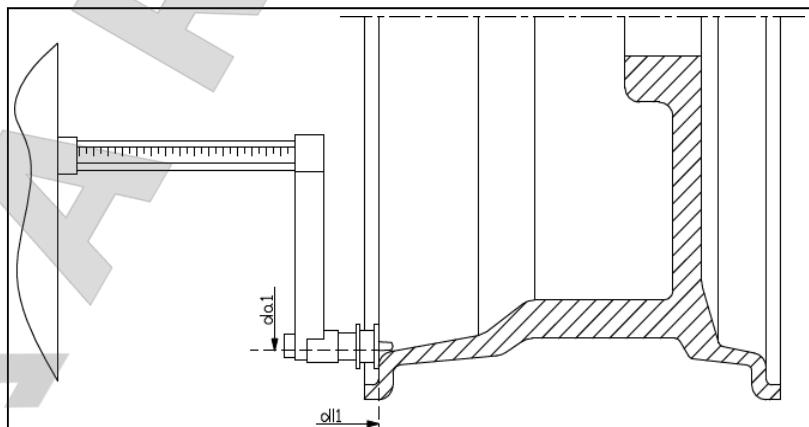
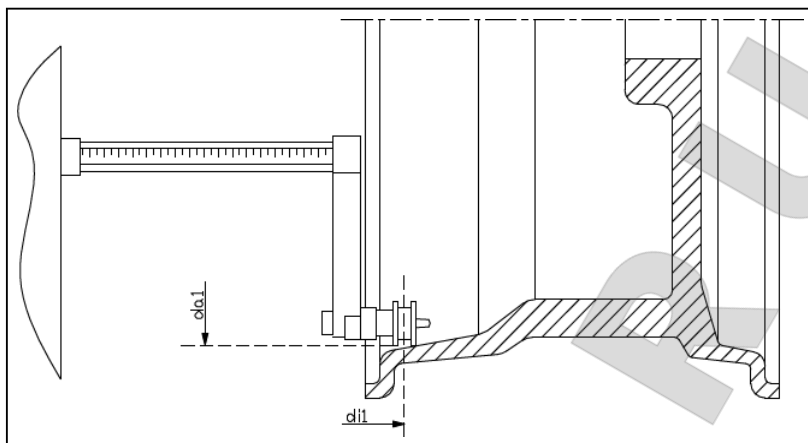

Рис. 3.7 Автоматическое измерение расстояния до внутренней плоскости в программе ALS1
Рис. 3.8 Автоматическое измерение расстояния до внутренней плоскости в программе ALS2
3. Выдвиньте датчик расстояния / диаметра и поместите его на диск, к соответствующей внутренней плоскости, выбранной для установки балансировочного грузика. См. рисунок 3.7 для типа программы ALS1 и рисунок 3.8 для типа программы ALS2;